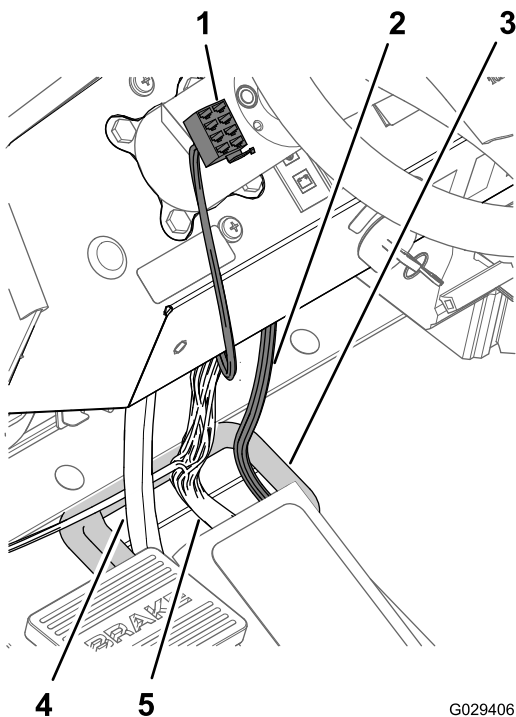

Bild 16
- Verlegen Sie den 8-Buchsen-Stecker am Ende des Armaturenbrettzweigs (240 cm) über das Armaturenbrett und zur linken Seite der Lenksäule (Bild 16).